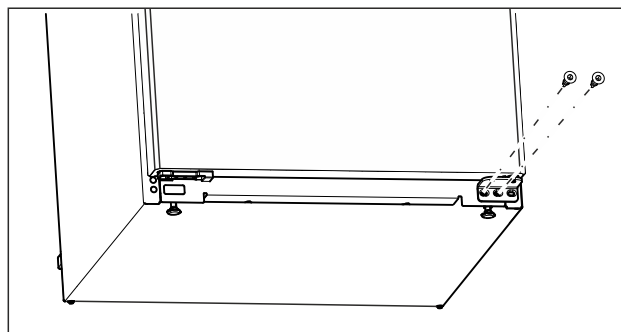

Fig. 15
- Csavarja ki az alsó csapágybakon a középső csavart Torx 20 csavarhúzóval. (lásd Fig. 15)
- Csavarja ki az alsó csapágybakon a belső csavart Torx 20 csavarhúzóval. (lásd Fig. 15)